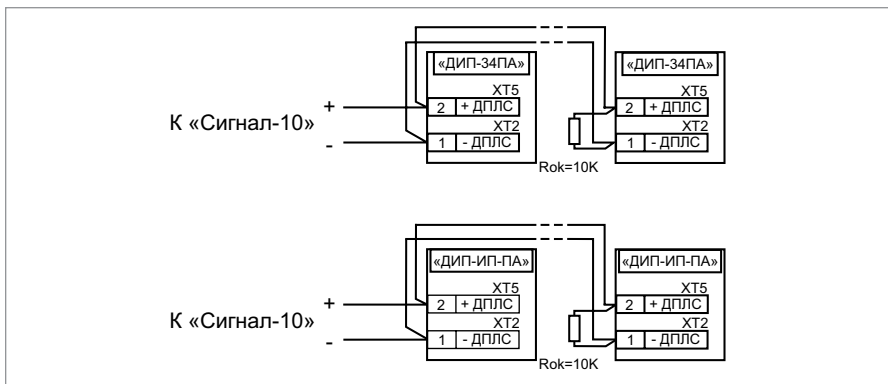
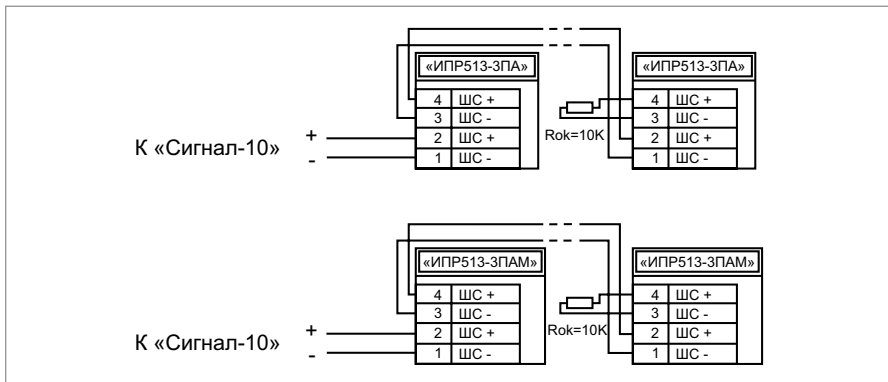

Рисунок 6. Схема подключения извещателей «ДИП-34ПА», «С2000-ИП-ПА»
Рисунок 7. Схема подключения извещателей «ИПР513-3ПА», «ИПР-513-3ПАМ»
6. Схемы подключения адресно-пороговых датчиков приведены на Рисунок 6, Рисунок 7.